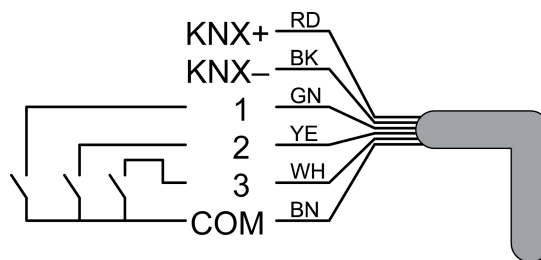

Рисунок 4
- При необходимости подключить гальванически развязанные контакты (6) к входам (рисунок 4).